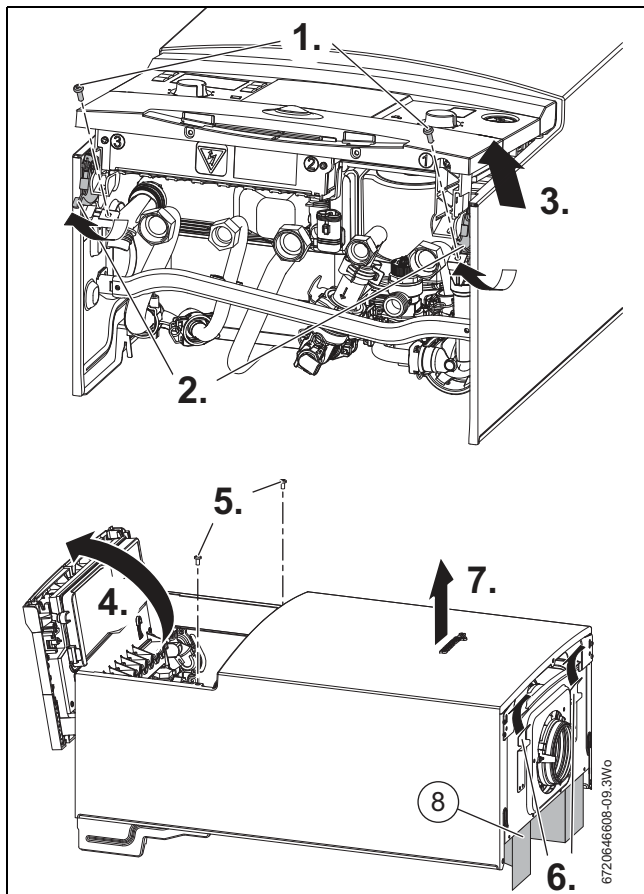

Fig. 37 Soltar el cuadro de maniobra
- Véase la fig. 37 y soltar los dos tornillos que fijan la parte inferior de la carcasa.